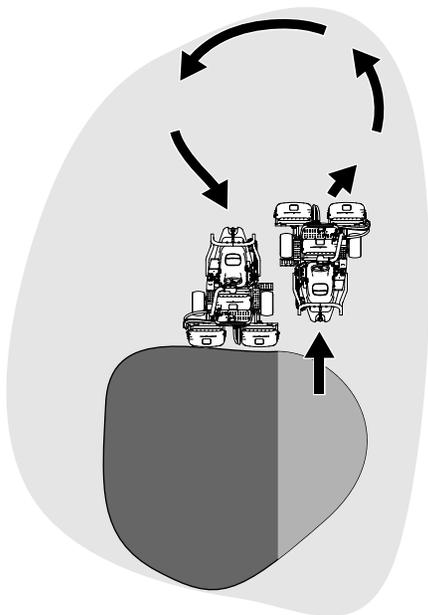

Figura 22
- Para ganar tiempo y facilitar la alineación correcta para la pasada siguiente, gire la máquina momentáneamente en la dirección opuesta, y luego gire hacia la parte que todavía no está cortada, para completar un giro en forma de lágrima (Figura 22) y alinearse rápidamente para la siguiente pasada.